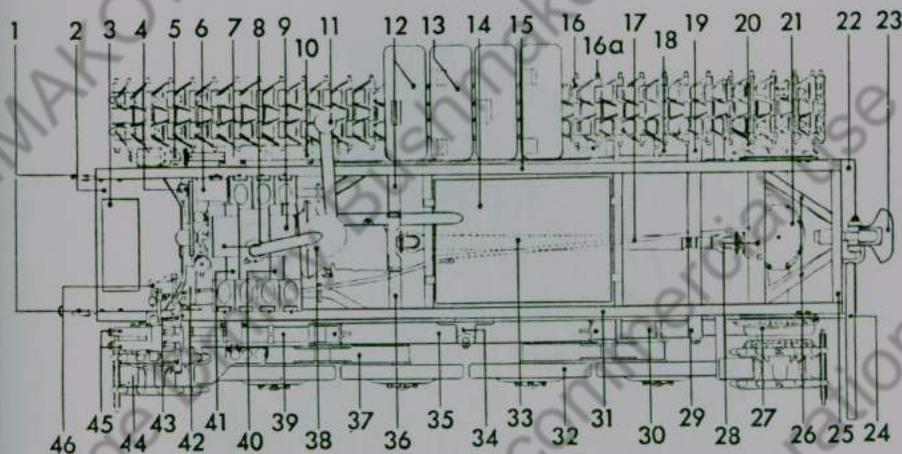

Bild 1 Fahrgestell (Ansicht von oben)
- Bild 1 Fahrgestell (Ansicht von oben)